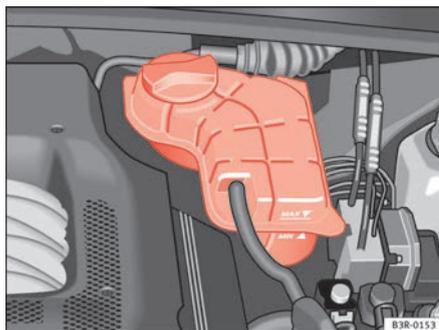

Abb. 167 Motorraum:
- Lesen Sie den Kühlmittelstand an dem Kühlmittel-Ausgleichsbehälter ⇒ Abb. 167 ab. Er muss bei kaltem Motor zwischen den Markierungen „min“ und „max“ liegen. Bei warmem Motor kann er auch etwas über der Markierung „max“ liegen.
- Legen Sie einen Lappen auf den Deckel des Kühlmittel-Ausgleichsbehälters ⇒ Abb. 167 und schrauben Sie den Deckel **vorsichtig** linksherum ab ⇒ ⚠.